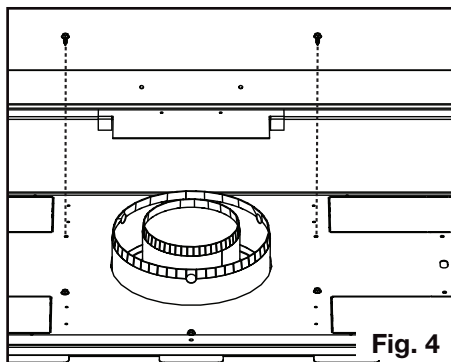

Fig. 4
4. Dévissez les attaches comme indiqué sur la Figure 4. NE PAS DÉBRANCHER LES FIXATIONS.